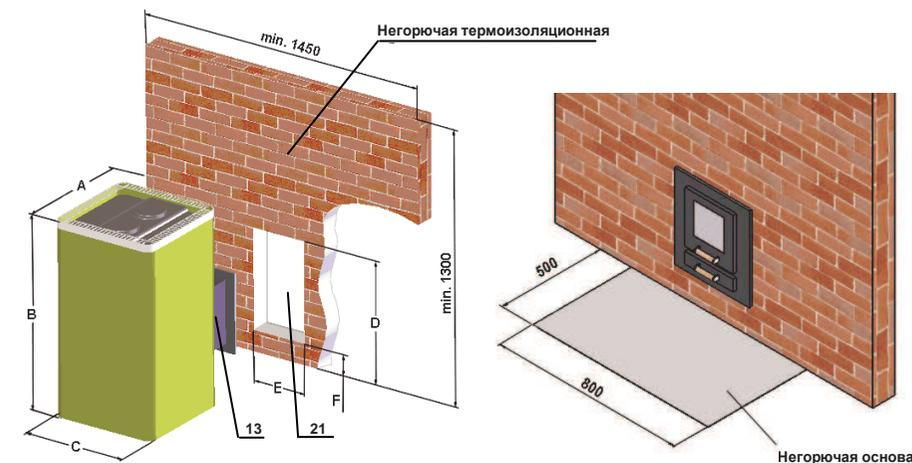

Рис. 3
Перед установкой печи необходимо выбрать желаемое направление открывания дверец топки. При необходимости дверцы топки переставить из левого положения (см.рис.3, вариант А) в правое (вариант В).
Печь устанавливается путем просовывания канала загрузки (13) (см. рис. 3) через специально оставленное отверстие в стене (21).
**Устанавливая печь в место эксплуатации, должна быть предусмотрена возможность замены печи, без разрушения стен бани, т.е. расстояние от задней стенки печи должно быть не менее 300 мм, а отверстие загрузки топлива должно свободно проходить через отверстие в стене (см. рис. 3)**